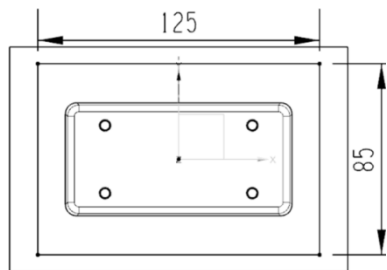
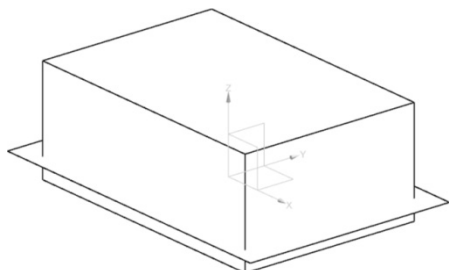

图 11-9 绘制一个矩形截面
图 11-10 创建工作件
(13) 选取“菜单 | 插入 | 组合 | 缝合”命令，缝合所有的曲面。
(14) 选取“菜单 | 格式 | 图层设置”命令，设定第 1 层为工作图层。
(15) 单击“拉伸”按钮，以 XOY 平面为草绘平面， X 轴为水平参考，绘制一个矩形截面，如图 11-9 所示。
(16) 单击“完成”按钮，在【拉伸】对话框中对“指定矢量”选择“ $ZC \uparrow$ ”，“开始”选取“值”，把“距离”设为-20mm，“结束”选择“值”，“距离”设为 40mm，“布尔”选择“无”。
(17) 单击“确定”按钮，创建工作件，如图 11-10 所示。